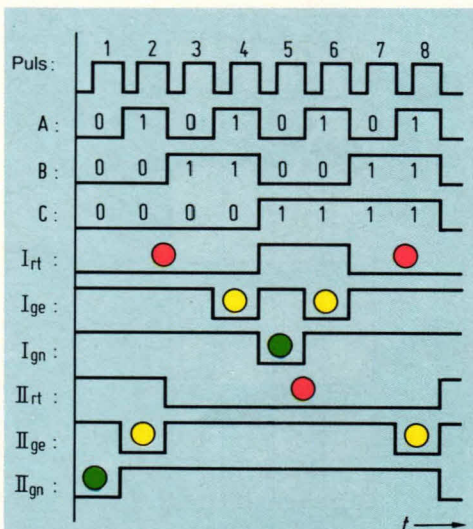
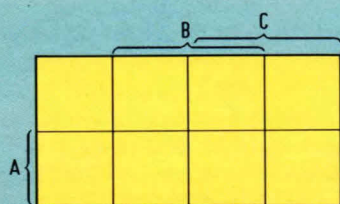

Fig. 3: Weergave van het tijds-volgorde diagram van een verkeersinstallatie
Fig. 4: De verschillende variabelen moeten op de juiste plaatsen in de velden worden ondergebracht.
Door nu te stellen, dat een dergelijke schakeling erg eenvoudig is, zou men de waarheid enig geweld aandoen; anderzijds is het ook weer niet zo moeilijk, dat we direct de lier aan de wilgen moeten hangen. Laten we er eens over gaan peinen. Wat ons verkeerslicht in feite doen moet, kunnen we in tabel 1 zien nemen we ook de tijdsduur in acht, dan krijgen we het tijd-volgorde diagram van het verkeerslicht. Om dit diagram niet helemaal uit te rekken, nemen we gemakshalve de beide groene perioden evenlang als de andere. Het geheel is te zien in fig. 3.
buitenzijde van het diagram aan; hierdoor wordt ieder veld "geïdentificeerd". Dit is in fig. 4 afgebeeld. Aan de hand van de functie-tabel (2) kunnen we de benodigde schakelfunctie bepalen en deze overbrengen in de diagrammen. Hierbij gaan we steeds uit van de volgorde in de CBA-code, zoals die door de teller wordt afgegeven en die in tabel 2 en fig. 3 is weergegeven.